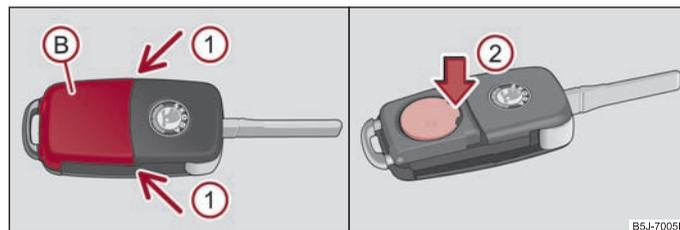

Abb. 23 Funkschlüssel - Deckel abnehmen / Batterie herausnehmen
Jeder Funkschlüssel enthält eine Batterie, die unter dem Deckel (B) untergebracht ist ⇒ Abb. 23. Wenn die Batterie entladen ist, blinkt nach dem Drücken einer Taste der Fernbedienung die rote Kontrollleuchte (A) nicht ⇒ Abb. 23. Wechseln Sie die Batterie wie folgt:
- Drücken Sie den Deckel an den Stellen der Pfeile (1) vorsichtig ab.
- Durch Drücken der Batterie nach unten, an der Stelle des Pfeils (2) nehmen Sie die entladene Batterie aus dem Schlüssel heraus ⇒ Abb. 23.